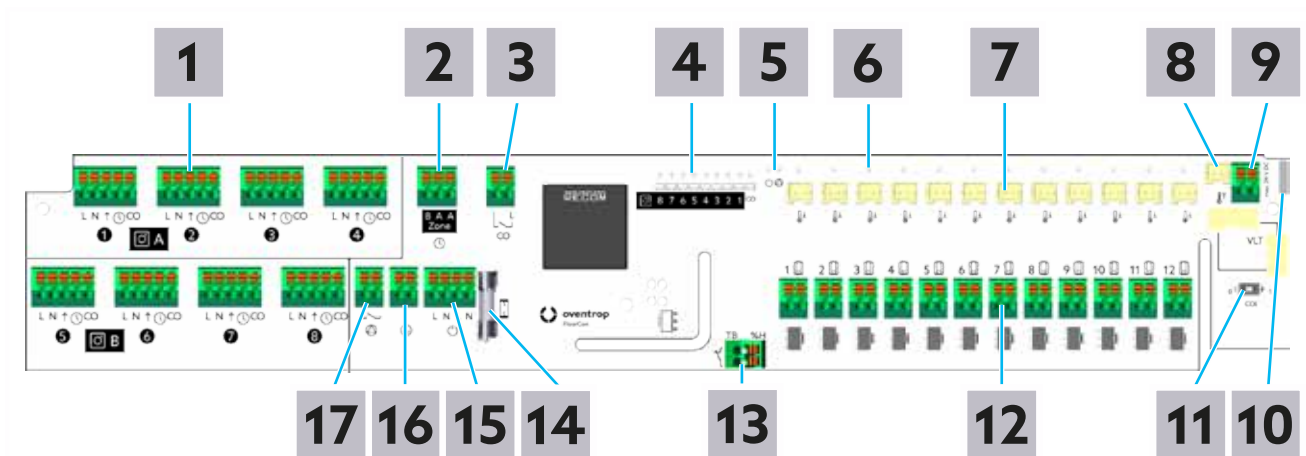

Abb. 5: Platine mit Klemmen und Statusanzeigen
- 1 Status Raumthermostate (Position 4 in Abb. 5 auf Seite 8)
- 2 Status Spannungsversorgung und angeschlossene Komponenten (Position 5 in Abb. 5 auf Seite 8)